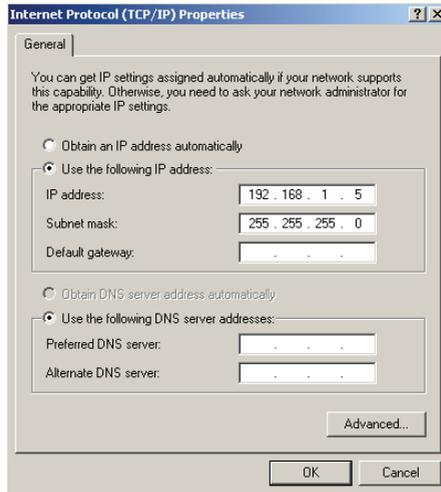

Рис. 6. Окно свойств интернет-протокола (TCP/IP)
- Выберите **Use the following IP Address (Использовать следующий сетевой адрес)** и заполните поля **IP address (IP-адрес)** и **Subnet Mask (Маска подсети)** в соответствии с рис. 6. Чтобы закрыть оба окна и сохранить настройки, щелкните **OK** в обоих.